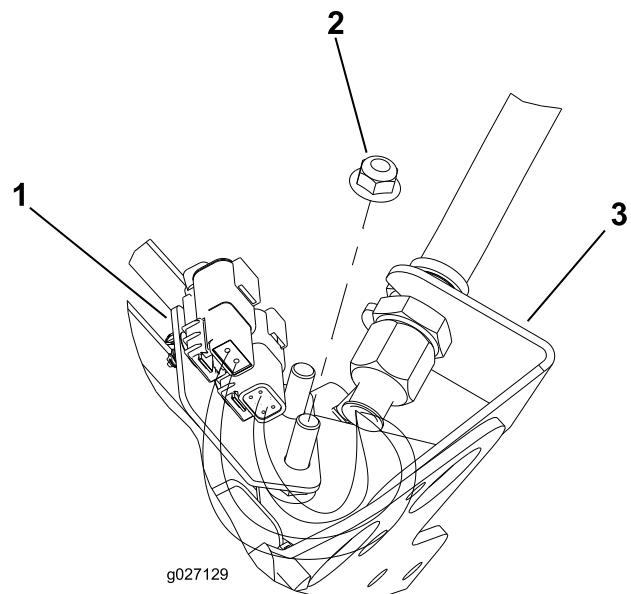
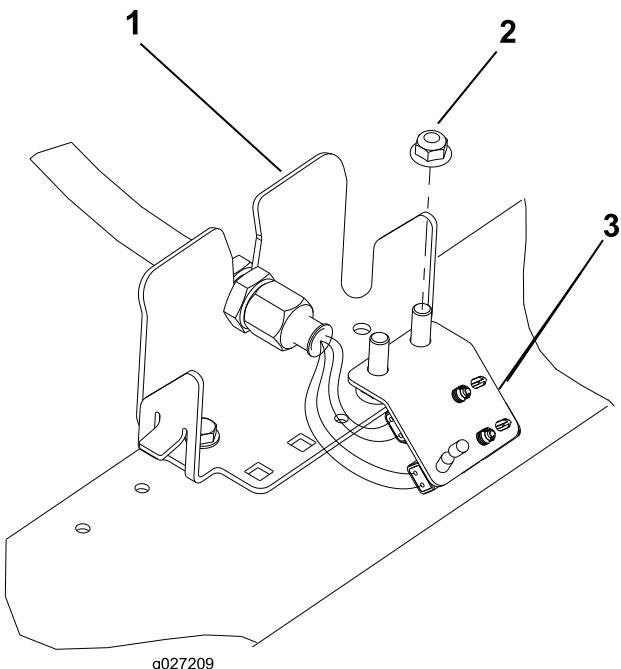

図 13
図 16
- 残りのバルクヘッド 4個についても同じ作業を行う。図 13 図 16 を参照。